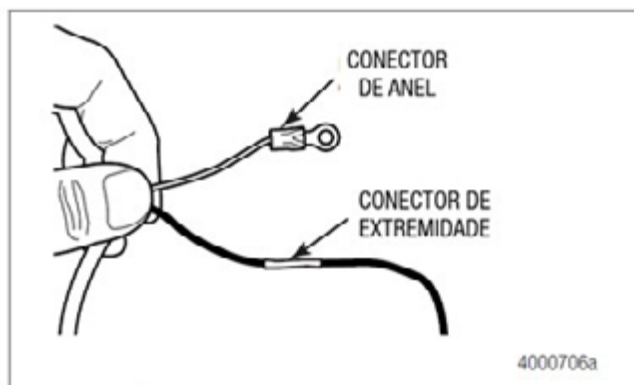

Figura 2.73
9. Na caixa de conexão de sete vias do reboque, conecte o terminal de olhal do fio branco vindo da caixa de controle a um pino que forneça energia constante. Conecte o fio branco da luz ao aterramento. Consulte a Figura 2.73.